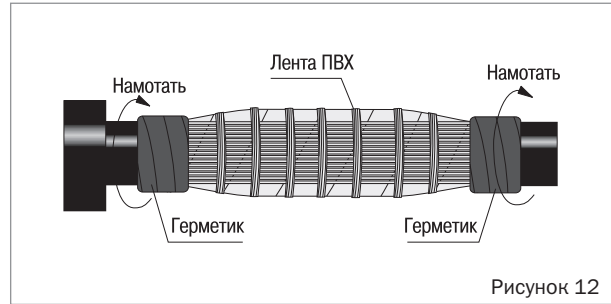

Рисунок 12
- Снять временный бандаж из ленты ПВХ с проволок экрана. Проволоки экрана разогнуть в направлении друг друга вдоль муфты, наложив длинные проволоки на короткие (40 мм), и закрепить пружиной ППД (рисунок 12). Излишки проволок обрезать.